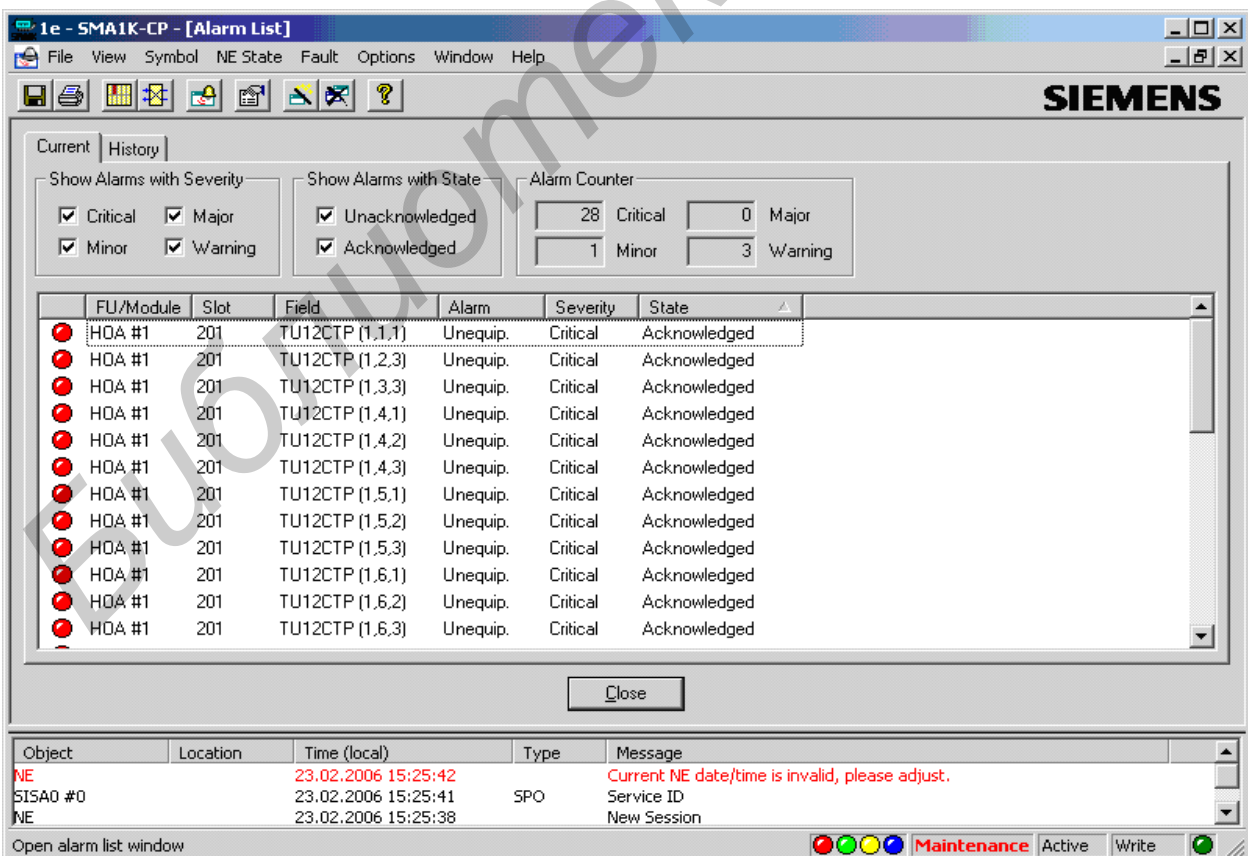

Рисунок 4.5 – Вид окна Alarm List с выбранной закладкой Current
Окно **Alarm List** имеет 2 закладки (рисунок 4.5):
– закладка *Current* (Текущие) отображает ошибки, существующие в процессе функционирования мультиплексора на данный момент (см. рисунок 4.5):